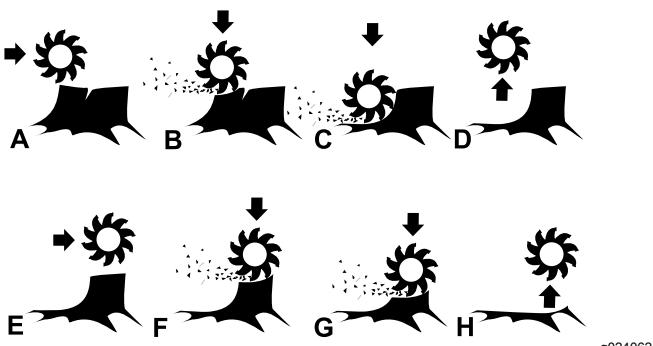

Figura 11
- Mueva la rueda de corte, como si estuviera barriendo, hacia un lado y otro, bajando la rueda de 1–2.5 cm (½"–1") aproximadamente antes de cada pasada, hasta que haya eliminado la parte delantera del tocón hasta el nivel del suelo (Figura 11, A – D).
- Repita los pasos 5 a 7 hasta que haya eliminado el tocón por completo (Figura 11, E–H).